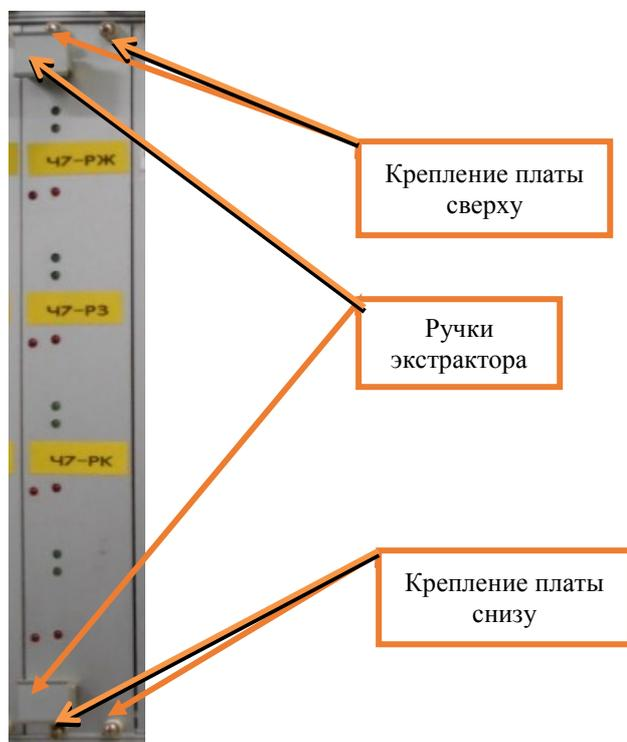

Рисунок 10. Крепление платы С-4.
7.4.4 Отвернуть с помощью крестовой отвертки невыпадающие винты крепления в верхней и нижней части лицевой панели платы С-4 (Рисунок 10).
7.4.5 Нажать на ручки экстрактора и извлечь неисправную плату С-4 из каркаса (Рисунок 10).